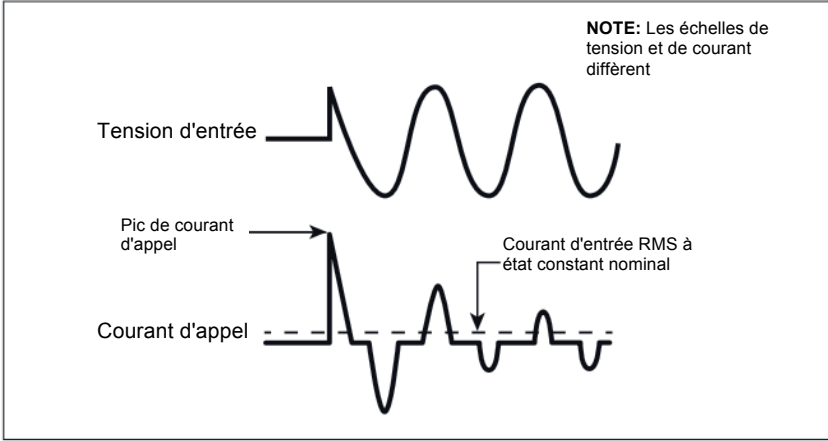

Fig 4.1 : Courant d'appel dans une SMPS
- **Alimentations à découpage CA vers CC (SMPS) :** Ce type d'alimentation est utilisé comme source d'alimentation autonome ou comme système frontal dans tous les appareils électroniques alimentés par un réseau électrique, par exemple dans des appareils audio / vidéo / périphériques informatiques et chargeurs de batterie (veuillez voir la section 4 pour plus de détails sur SMPS). Lorsque cette alimentation est mise sous tension, ses condensateurs latéraux internes d'entrée commencent à charger entraînant une très forte surtension de courant d'appel pendant quelques millisecondes (veuillez voir fig 4.1). Cette élévation de courant / puissance d'appel peut atteindre jusqu'à 15 fois la puissance nominale maximale en fonctionnement continu. L'élévation de courant / puissance d'appel sera, cependant, limitée par la puissance nominale lors de crête de puissance de la source CA.
**Facteur de Puissance, (PF) :** Désigné par "Pf" et égal au ratio de la puissance active (P) en Watts sur la puissance apparente (S) en VA. Valeur maximale de 1 pour les charges de type résistif où la puissance active (P) en Watts = la puissance apparente (S) en VA. Elle est de 0 pour les charges purement inductives ou purement capacitives. En pratique, les charges seront une combinaison d'éléments résistifs, inductifs et capacitifs et, par
Les alimentations à découpage (SMPS) sont largement utilisées pour convertir le courant alternatif entrant en différentes tensions tel 3,3V, 5V, 12V, 24V, etc., utilisées pour alimenter divers dispositifs et circuits utilisés dans les équipements électroniques comme des chargeurs de batterie, ordinateurs, appareils audio vidéo, radios, etc. Les SMPS utilisent de gros condensateurs dans leur section d'entrée pour la filtration. Lorsque l'alimentation est allumée, il y a un courant d'appel très important requis par l'alimentation alors que les condensateurs d'entrée sont chargés (les condensateurs agissent presque comme un court-circuit lors de la mise sous tension). Le courant d'appel lors de l'allumage est entre plusieurs fois et des dizaines de fois plus important que l'entrée de courant RMS nominale et dure quelques millisecondes. Un exemple de tension d'entrée comparée aux formes d'onde de courant d'entrée est donné en Fig. 4.1. On y voit que l'impulsion initiale du courant d'entrée juste après l'allumage représente plus de 15 fois le courant RMS à l'état constant. L'appel disparaît après environ 2 ou 3 cycles ou environ 40 à 60 millisecondes pour une onde sinusoïdale de 50 Hz.